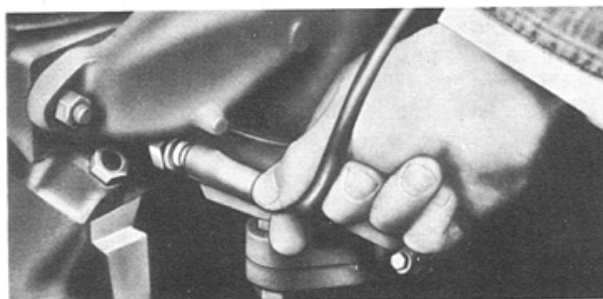

Fig. 7 Removendo o Cabo Secundário da Vela
- i) Ligar um dos polos do ohmímetro à massa do veículo, garantindo um bom terra, e o outro polo no pino no.5 da Unidade de Controle conforme Fig.7.
- Em primeiro lugar, remover o cabo de seu suporte; depois segurar o terminal tão próximo quanto possível da vela, girar levemente o terminal e, então, puxar firmemente (Fig.7). **NÃO USE ALICATE E NÃO PUXE EM SENTIDO DIAGONAL.** Se o fizer estará correndo o risco de danificar a isolamento da vela ou o terminal. **LIMPAR O ISOLADOR DA VELA, ANTES DE INSTALAR O CABO E A LUVÁ.**